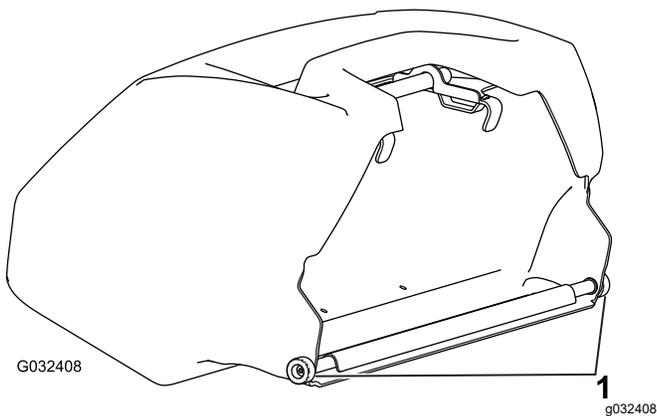

Рисунок 15
**Внимание:** Если вы уронили травосборник, проверьте точки контакта рычагов угла продольного наклона рядом с нижней кромкой травосборника на наличие повреждений (Рисунок 15). Выпрямите их, прежде чем использовать травосборник.